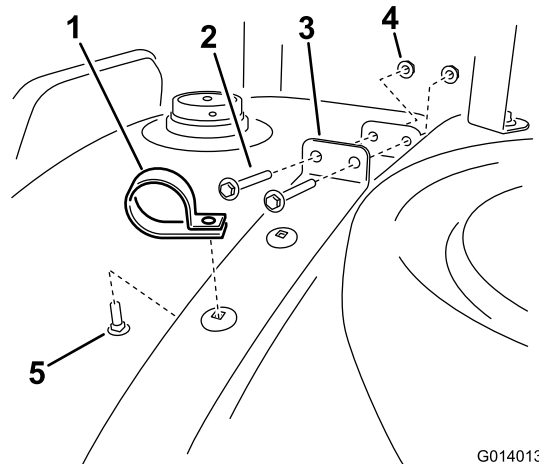

図 22
2. ベルトをずらして、ベルトを左側に1/4ほど下がったところにある穴に新しいボルトを入れる(図 22)。
3. ベルトをタンク上の元の位置に戻す。先ほど外したボルトを使って、ベルトをタンクに固定する(図 22)。ストラップを必ずタンクに固定すること。締めすぎないように注意すること。